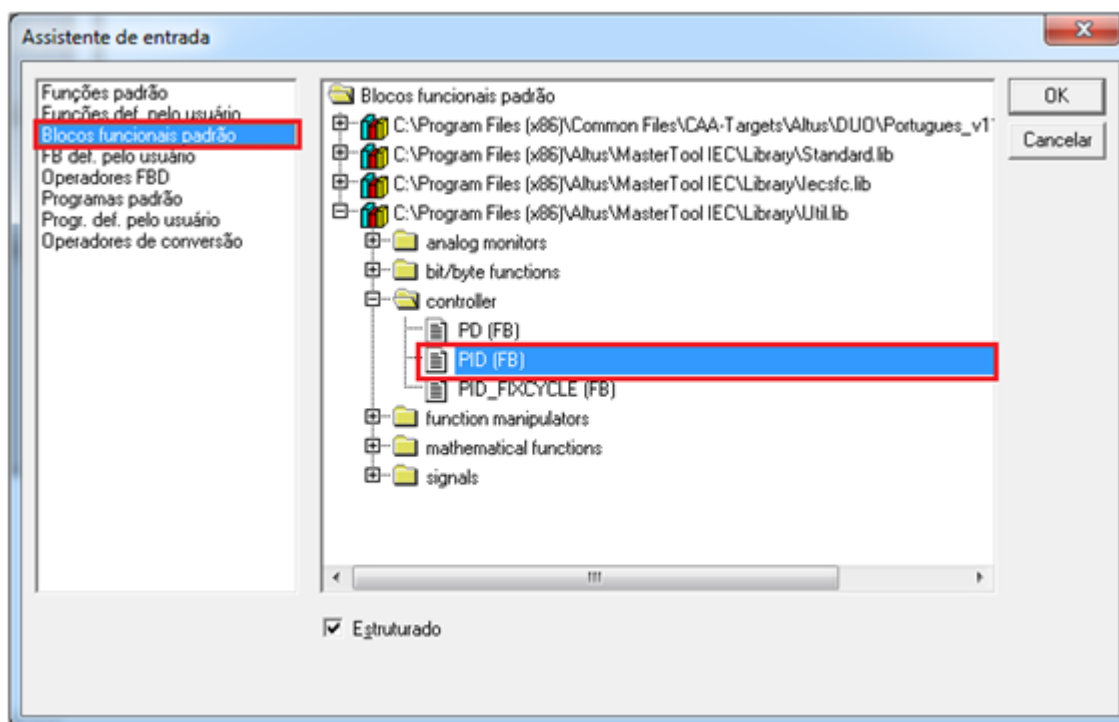

Figura 3.5 – Janela do assistente de entrada para bloco funcional.
Em seguida, clique com o botão direito do mouse na palavra **AND** e pressione a tecla **F2** do teclado. Uma janela de assistente de entrada deve aparecer, conforme mostra a Figura 3.5. Selecione a **Blocos funcionais padrão** na janela esquerda, e na janela direita selecione **controller >> PID (FB)**.